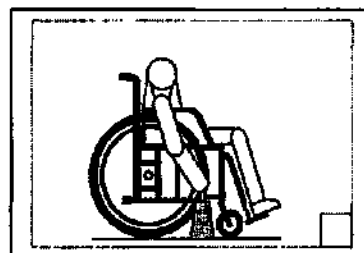

Рис. 8
6.7. Если требуется дотянуться до находящегося внизу предмета, во избежание опрокидывания следует подъехать так, как указано на рис. 8.